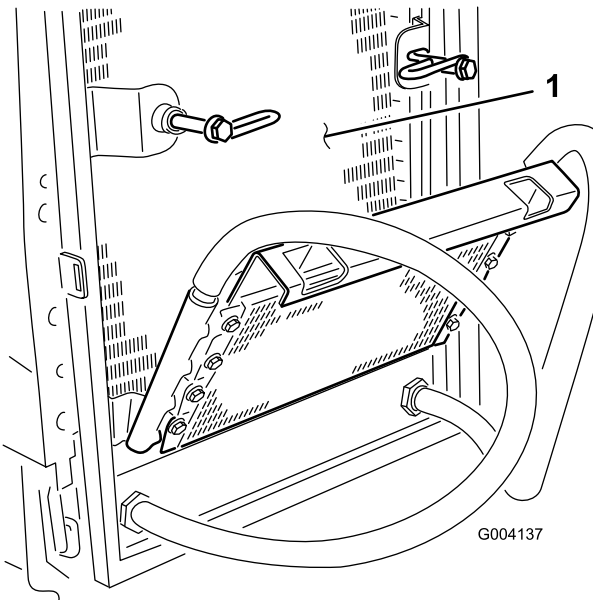

図 72
6. オイルクーラとラジエターの裏表を（図 72）圧縮空気ですばやく清掃する。